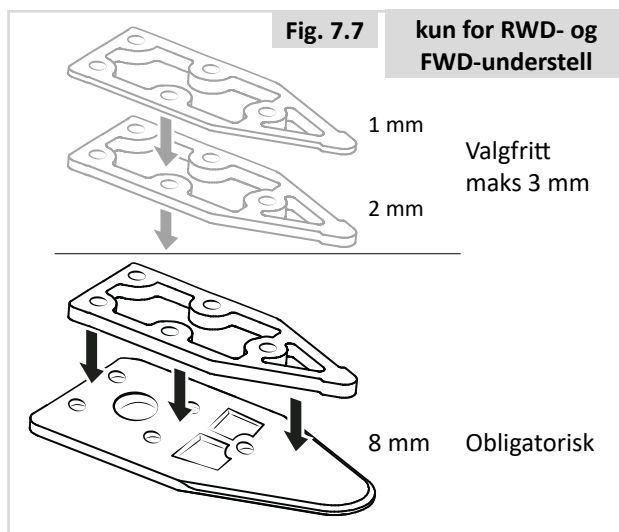

Fig. 7.7
2. Bruk flere avstandsstykker for å oppnå den tykkelsen du ønsker når det gjelder f.eks. brukervekt og lufttrykk i dekkene (Fig. 7.7).